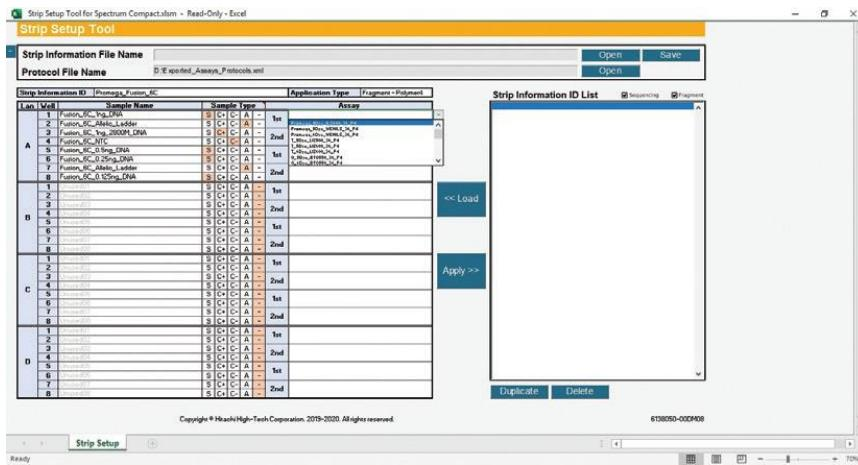

図 212 Assay Pull-Down Menu を含む Strip Setup Tool for Spectrum Compact 画面
4. インジェクションセット（4つの well で 1 セット）に assay を割り当てるために、1st と記されたセルの右側にある Assay の列の下のセルを選択すると、プルダウンメニューが有効になります。(図 212)
- strip information を.xml ファイルとして保存する前に、Strip Information ID List の新しく作成した strip ファイル名の前にはアスタリスクが付きます。.xml ファイルとして保存後は、アスタリスクが消えます。(図 212)